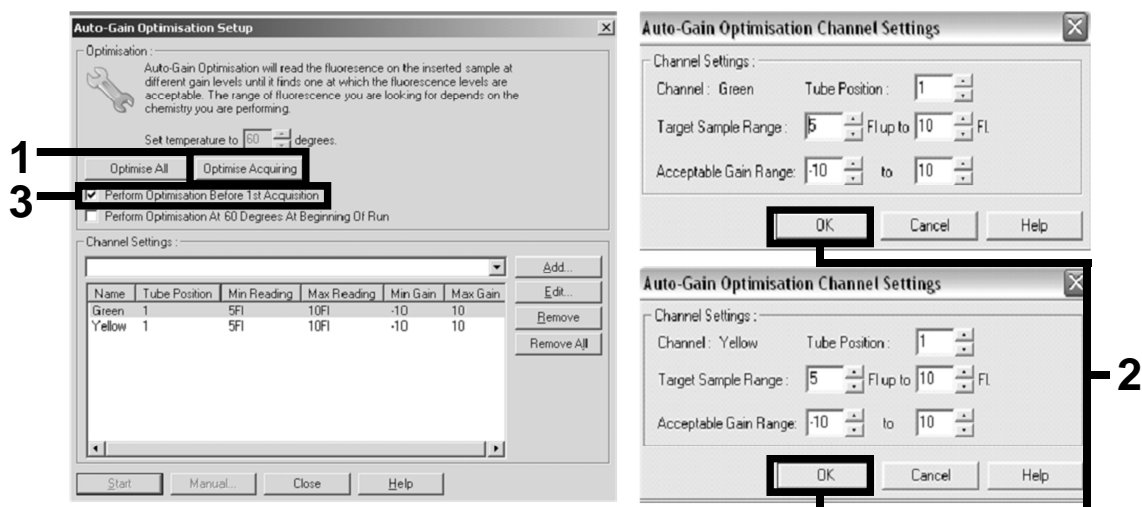

Figure 6. Réglage de la sensibilité des canaux de fluorescence
Réglage de la sensibilité des canaux de fluorescence	Figure 6
14. L'intervalle de détection des canaux de fluorescence doit être déterminé conformément aux intensités de fluorescence des tubes PCR. Cliquer sur « Gain Optimisation » (Optimisation de l'augmentation) dans la boîte de dialogue « New Run Wizard » (Assistant nouvelle analyse) pour ouvrir la boîte de dialogue « Auto-Gain Optimisation Setup » (Réglage optimisation auto de l'augmentation). Cliquer sur « Optimise Acquiring » (Optimiser l'acquisition, figure 6) puis sur « OK » dans les boîtes de dialogue « Auto-Gain Optimisation Channel Settings » (Réglages du canal pour l'optimisation auto de l'augmentation) pour chaque canal (Green et Yellow, figure 6). S'assurer que la case « Perform Optimisation Before 1st Acquisition » (Procéder à l'optimisation avant la 1ère acquisition) est cochée pour chaque canal (figure 6).